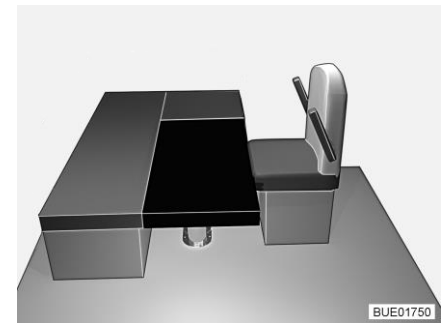

Fig. 159 Après la transformation
- Poser le coussin supplémentaire rectangulaire sur la table (devant les coussins d'assise de la banquette, voir Fig. 159).